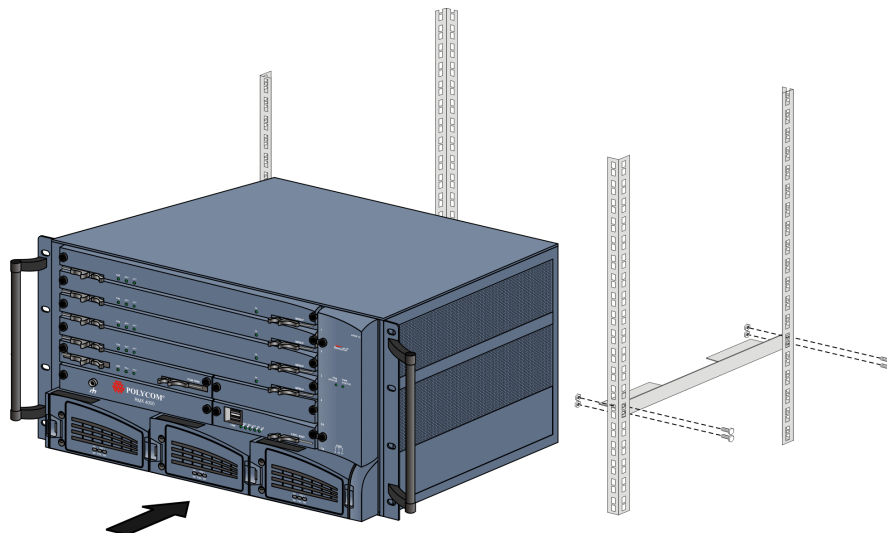

图 1-2 将基座滑槽和 RMX 安装到机架中
- 1 要将 RMX 安装到机架上时必须将基座滑槽安装到机架上，如图 1-2 所示。两个基座滑槽包含在*机架安装附件*套件中并在 19/23 英寸机架外朝内安装。